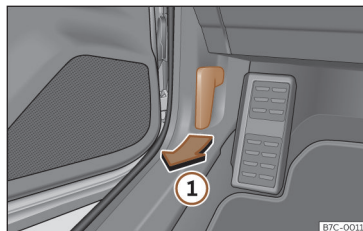

Fig. 195 Alavanca de desbloqueio no espaço para a zona dos pés do condutor.
- Abra a porta e puxe pelo manípulo que existe debaixo do painel de instrumentos >>> **Fig. 195 ①**.